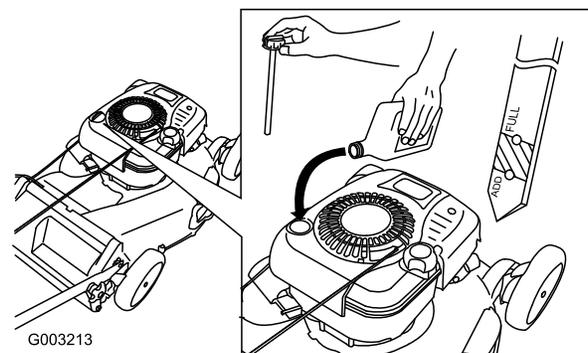

Figure 37
4. Versez de l'huile **lentement** dans le goulot de remplissage pour faire monter le niveau de liquide jusqu'au repère du plein (Full) sur la jauge (Figure 37). **Ne remplissez pas excessivement.** (Remplissage max. : 0,77 l (26 onces), type : huile détergente SAE 30W de classe de service API SF, SG, SH, SJ, SL ou supérieure.
5. Versez de l'huile **lentement** dans le goulot de remplissage pour faire monter le niveau de liquide jusqu'au repère du plein (Full) sur la jauge (Figure 37). **Ne remplissez pas excessivement.** (Remplissage max. : 0,77 l (26 onces), type : huile détergente SAE